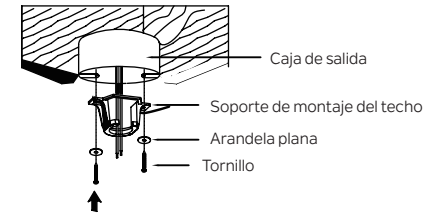

Figura 5
Paso 1. Antes de conectar el ventilador a la caja de salida (no incluida), asegúrese de que la caja de salida esté bien sujeta a al menos dos puntos de un miembro estructural del techo (una caja suelta hará que el ventilador oscile). Pase los cables de suministro de 120 voltios desde la caja de salida del techo a través del centro del soporte de montaje del techo. Instale el soporte de montaje en la caja de salida en el techo usando los tornillos y las arandelas incluidos con la caja de salida. (Figura 5)